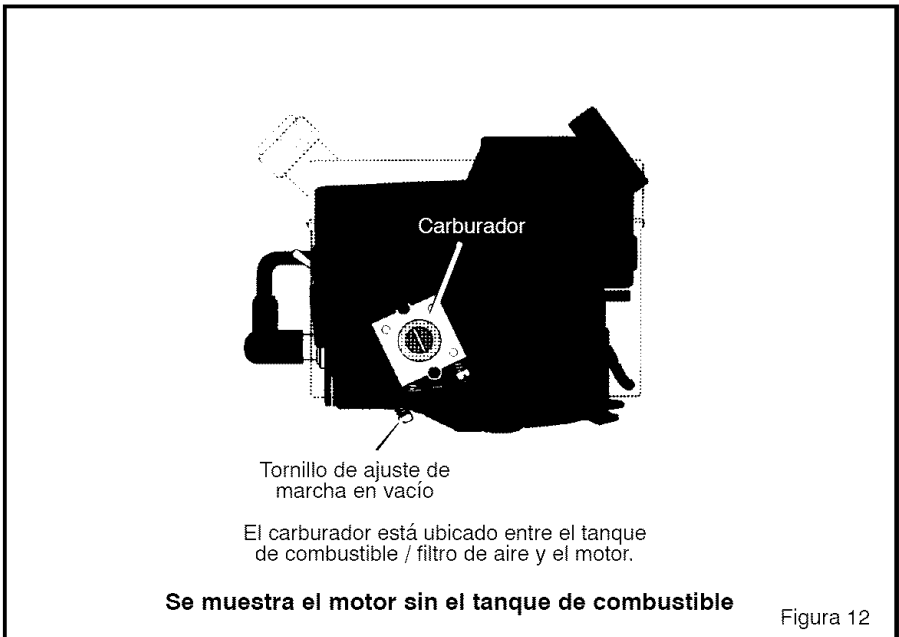

Figura 12
2. Localice el **tornillo de ajuste de la marcha en vacío** (Figura 12). Gire el **tornillo de ajuste** 1/4 de vuelta hacia la izquierda.